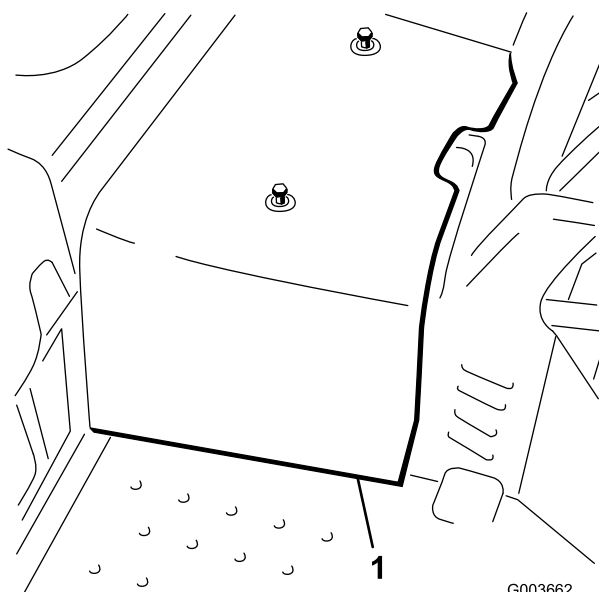

Figura 3
5. Scollegare e rimuovere la copertura centrale dal telaio (Figura 3).